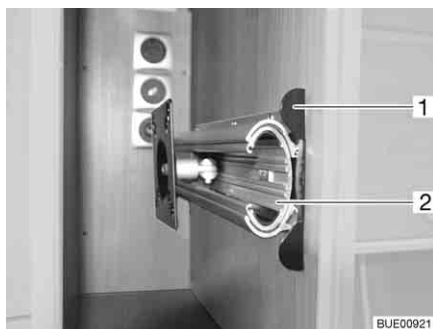

Fig. 72 Supporto nel mobiletto porta TV
- Premere verso l'interno il listello di sblocco (Fig. 72,1).
- Estrarre interamente la base estraibile (Fig. 72,2).
- Inserire la base estraibile Fig. 72,2), finché il listello di sblocco (Fig. 72,1) non si arresta a scatto.